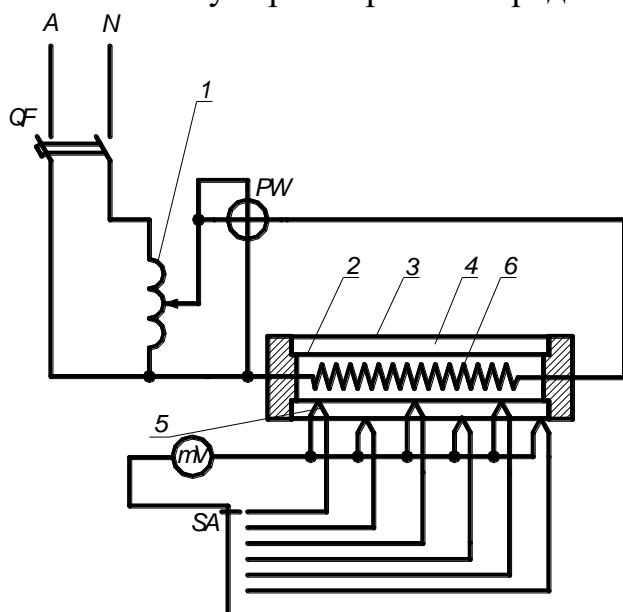

Рисунок 2 – Установка для определения
Исследуемый материал 4 (рисунок 2) (кварцевый песок) находится, в пространстве между трубами 2 и 3. Во внутренней трубе расположен электронагреватель 6, тепловой поток от которого передается через, внутреннюю трубу, слой материала и наружную трубу в окружающую среду. При установившемся (стационарном) режиме через каждый слой проходит одно и то же количество теплоты, которое определяют по показаниям ваттметра. Потребляемая мощность регулируется регулятором напряжения 1. Благодаря хорошему контакту сыпучего материала с трубами, можно считать, что соприкасающиеся поверхности материала и труб имеют одинаковую температуру, которая измеряется с помощью хромель-алюмелевых термопар 5, зачеканенных в поверхности труб. Электродвижущую силу (ЭДС) в термопарах измеряют милливольтметром, подключая к нему термопары поочередно с помощью переключателя.
- 3 Рисунок 2 и таблицу 2.